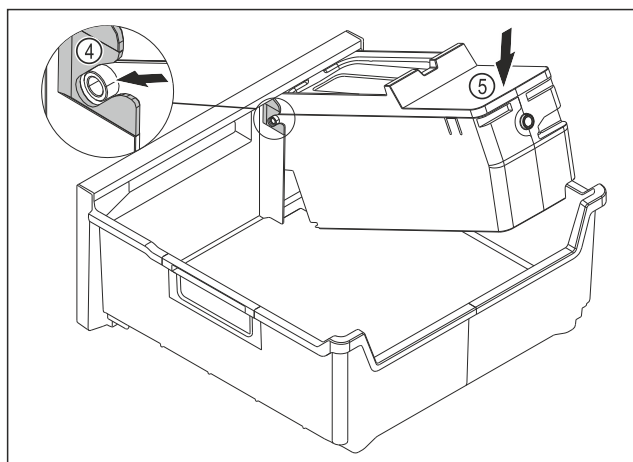

Fig. 149
- ▶ Montare il corpo dell'EasyTwist-Ice: Inserire gli assi del corpo dell'EasyTwist-Ice nelle guide Fig. 149 (4).
- ▶ Spingere il corpo dell'EasyTwist-Ice Fig. 149 (5) posteriore verso il basso.